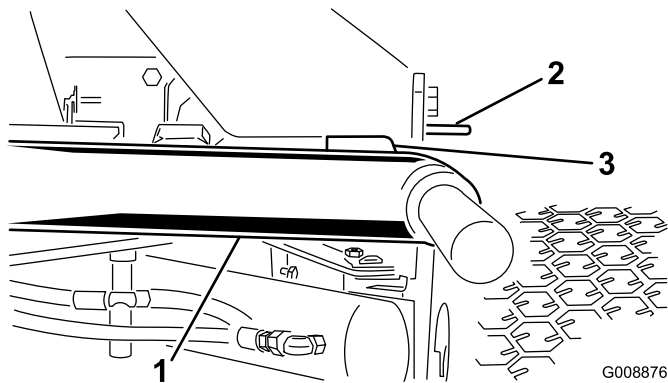

図 22
1. エンジンを始動し、カッティングユニットを上昇させ、各昇降アームとフロア・プレート・ブラケットの間のすきまが 5～8mm になっていることを確認する（図 22）。